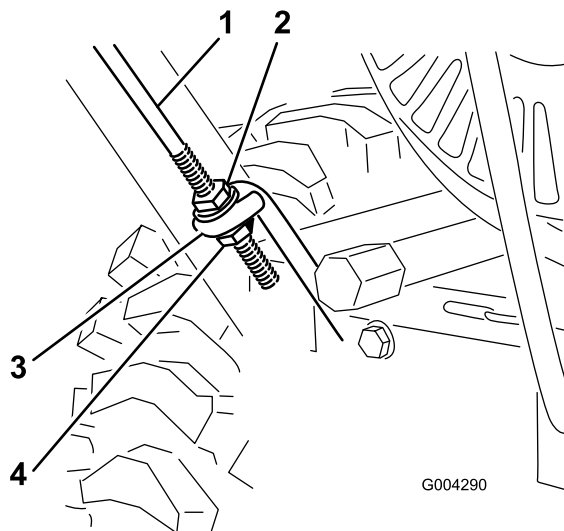

Bild 4
- Achszapfen (2)
- Kopfschrauben und Wellenscheiben (4)
- Schrauben Sie eine Bundmutter (nicht die Bundsicherungsmutter) mit dem Bund nach unten auf die Fahrtriebsstange links am Griff (Bild 4).
- Legen Sie die linke Seite des Griffs seitlich neben die Schneefräse und führen Sie das Ende der Fahrtriebsstange durch die Öse der unteren Fahrtriebsstange (Bild 4).
1. Drehen Sie eine Sicherungs-Bundmutter (Bundseite nach oben) auf die Unterseite der Fahrtriebsstange unter der Öse in der unteren Fahrtriebsstange ein (Bild 4).